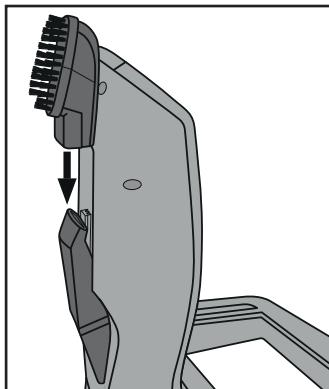

Abb. 5
- Wenn Sie das Gerät nicht benutzen, stellen Sie es auf die Halterung ④.
- Die Fugendüse ⑦ und den Bürstenaufsatzt ⑯ können Sie auf die Rückseite der Halterung ④ auf die Halterung Bürstenaufsatzt ⑤ und die Halterung Fugendüse ⑥ stecken:
- Stecken Sie zuerst die Fugendüse ⑦ so auf die Halterung Fugendüse ⑥, dass die Saugöffnung zur Halterung ④ weist.
- Stecken Sie dann den Bürstenaufsatzt ⑯ so auf die Halterung Bürstenaufsatzt ⑤, dass diese das Ende der Fugendüse ⑦ mit überdeckt (Abb. 5 und 6).